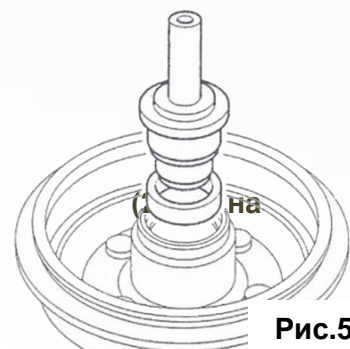

Рис.5
- 2) С помощью соответствующей оправки вставьте наружное кольцо внутреннего подшипника в барабан (Рис.5) до упора